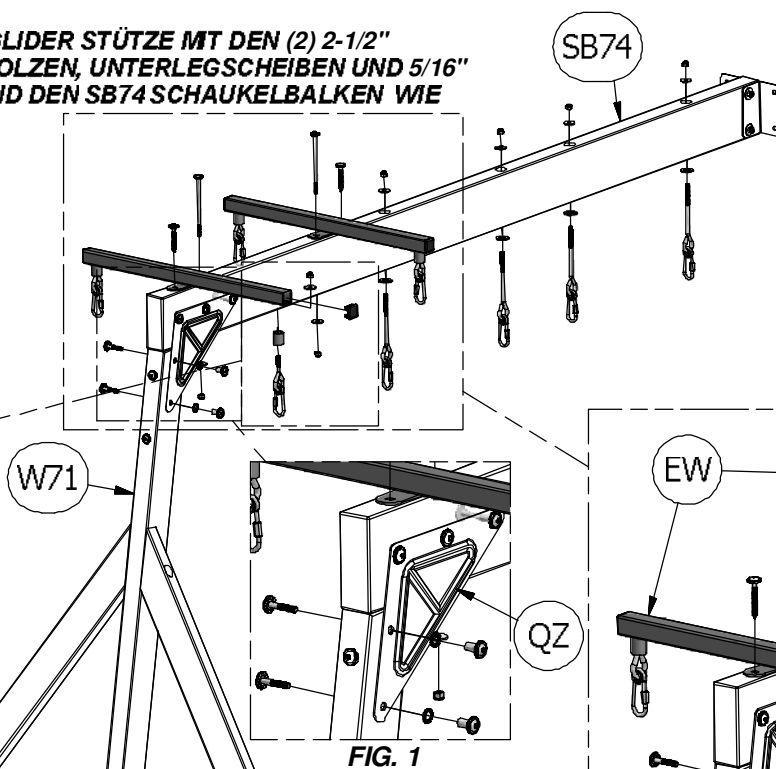

FIG. 1
(4) EY - ROHR AUFSATZKAPPE STÜTZE - A100067
BEFESTIGEN SIE DIE (2) QZ DREIECK PLATTEN MIT HILFE VON (2) 1-3/4" BOLZEN, SICHERUNGSSCHEIBE UND 7/8" ZYLINDERMÜTTERN AND DER W71 SCHAUKELBALKEN STÜTZE (FIG.1).